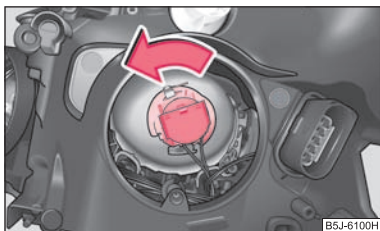

Abb. 171 Ausbau der Glühlampe für Ablend- und Fernlicht / Ablendlicht
- Den Stecker mit der Glühlampe bis zum Anschlag nach links drehen ⇒ Abb. 171 und herausnehmen.